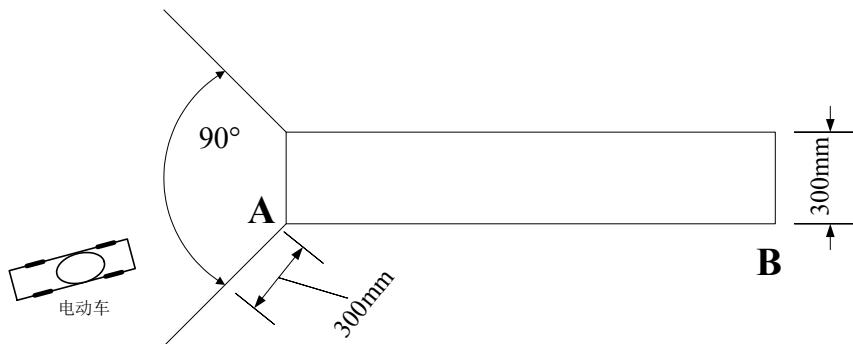

图3 自动驶上跷跷板示意图
- (1) 将电动车放置在地面距离跷跷板起始端A点300mm以外、90°扇形区域内某一指定位置(车头朝向跷跷板),电动车能够自动驶上跷跷板,如图3所示: